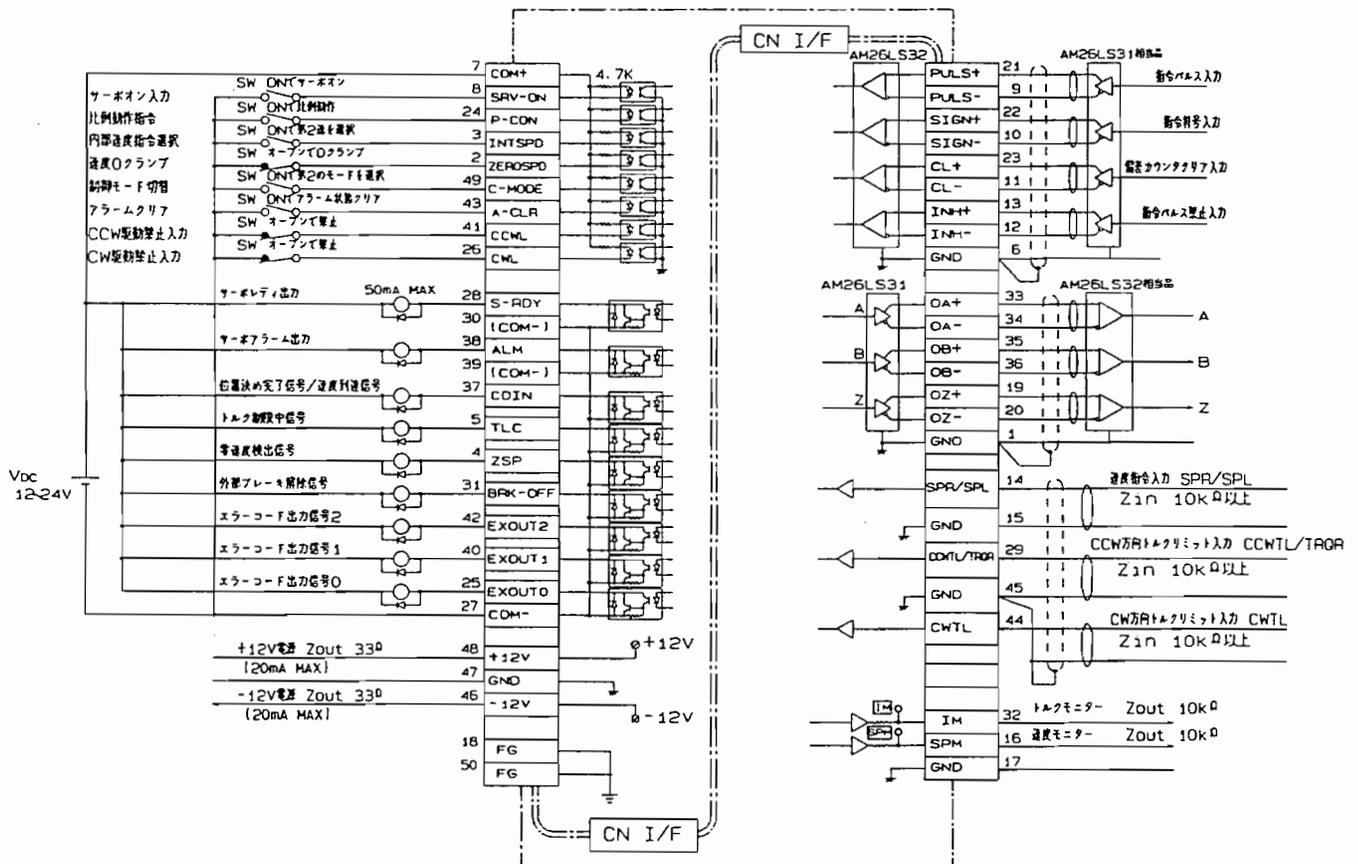

図2. コネクタCN I/Fへの配線例
- (1) 図2の“コネクタCN I/Fへの配線例”を参考にして配線してください。
- (2) COM+, COM-間に接続される外部制御用のDC 12~24Vの制御信号電源はお客様の方でご準備ください。
- (3) ドライバと周辺機器は、配線が短く(3m以内)になるように極力近距離に配置してください。
- (4) パワーライン(R, S, T, r, t, U, V, W, E)との配線とはできるだけ(30cm以上)離してください。同一のダクトに通したり、一緒に結束しないでください。
- (5) 制御出力(S-RDY, ALM, COIN, TLC, ZSP, BRK-OFF, EXOUT2, EXOUT1, EXOUT0)の各端子にDC 24V 50mA以上を印加したり、逆極性に電圧を印加したりしないでください。ドライバを破損する場合があります。
- (6) 制御出力端子でリレーを直接ドライブする時は、リレーと並列に図2に示す方向でダイオードを装着してください。ダイオードの未装着、逆方向の装着ではドライバが破損します。
- (7) +12V, -12Vの電源は、アナログ(速度, トルク, トルクリミット)指令信号回路を構成する目的以外には使用しないでください。許容電流は共に20mAです。
- (8) 図2に示すようにCN I/Fの信号ライン(特にアナログ指令入力, 指令パルス入力, エンコーダのフィードバックパルス出力等)の配線は、シールド付ツイストペア線を使用してください。シールドの外被はドライバ側でシグナルグランド(GND)に接続してください。(周辺機器側の外被はオープンとします。)
8 ページ, 図2 に示す配線例もあわせて参照ください。